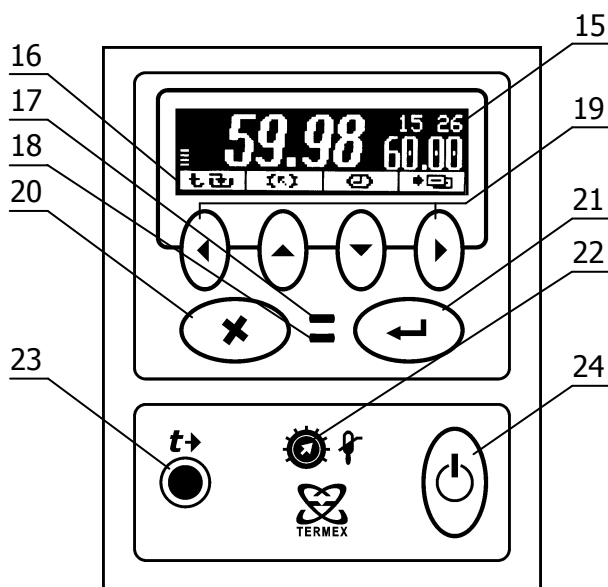

Рисунок 2 – Лицевая панель
Система безопасности блока регулирования отключает двигатель насоса и нагреватель при срабатывании хотя бы одной из защит или неисправности управляющего датчика (1.2.15). При срабатывании системы безопасности раздается звуковой сигнал, загорается индикатор 17 (рисунок 2) и на дисплей 15 выводится информация о причине неисправности.
2.3.1 После подключения сетевого кабеля к электрической сети блок регулирования переходит в режим ожидания. Подключение сопровождается кратковременной подсветкой дисплея 15 (рисунок 2).
2.3.6 Для регулировки яркости подсветки или контраста дисплея нажать кнопку 20 (X), выбрать изменяемый параметр кнопками (▲) и (▼) и установить его значение кнопками (◀) и (▶). Зафиксировать изменение нажатием кнопки 21 (↔) (рисунок 2).
2.5.6 Для выбора уставки в качестве текущей кнопками (▲) и (▼) подвести к ней указатель. Значение отмеченной указателем уставки дублируется крупными цифрами в правой части дисплея. Для подтверждения выбора отмеченной уставки нажать кнопку 21 (←). Для отмены выбора нажать кнопку 20 (X) (рисунок 2).
2.5.7 Для изменения численного значения отмеченной указателем уставки нажать кнопку (▶). На рамке, обрамляющей значение уставки в правой части дисплея, появятся "засечки", указывающие на изменяемую позицию в численном значении. Цифра в отмеченной позиции мигает. Нажатиями кнопок (▲) и (▼) установить требуемую цифру в отмеченной позиции. Если удерживать кнопку нажатой, значение уставки будет изменяться непрерывно. Нажатиями кнопок (◀) и (▶) переместить отметку изменяемой позиции. Дискретность изменения значения уставки зависит от положения изменяемой позиции: если отмечена позиция десятков, то при единичном нажатии кнопки (▲) или (▼) значение уставки изменится на 10 °С. Если отмечена позиция десятых долей, то значение уставки изменится на 0.1 °С соответственно. Закончить ввод нового значения уставки нажатием кнопки 21 (←). Для возврата к значению уставки до ее изменения нажать кнопку 20 (X) (рисунок 2).
2.6.3 При срабатывании защиты раздается звуковой сигнал и загорается красный индикатор срабатывания системы безопасности 17 (рисунок 2). Работа насоса и нагревателя будет заблокирована. На дисплее отобразится текущее состояние системы защит.
2.6.5 После устранения причины срабатывания защиты или ее отключения кнопкой (▶) индикатор 17 (рисунок 2) погаснет. Перевести блок регулирования в рабочий режим нажатием кнопки 21 (←).